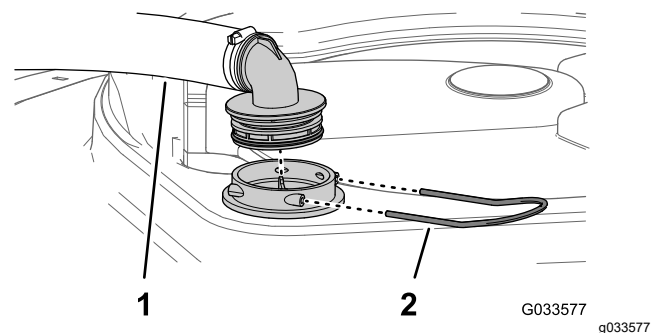

Figura 88
2. En la parte superior del depósito de fumigación, retire la horquilla de retención que sujeta el acoplamiento que está conectado a la manguera grande y al alojamiento del filtro (Figura 88).
3. Retire la manguera y el acoplamiento del alojamiento del filtro (Figura 88).